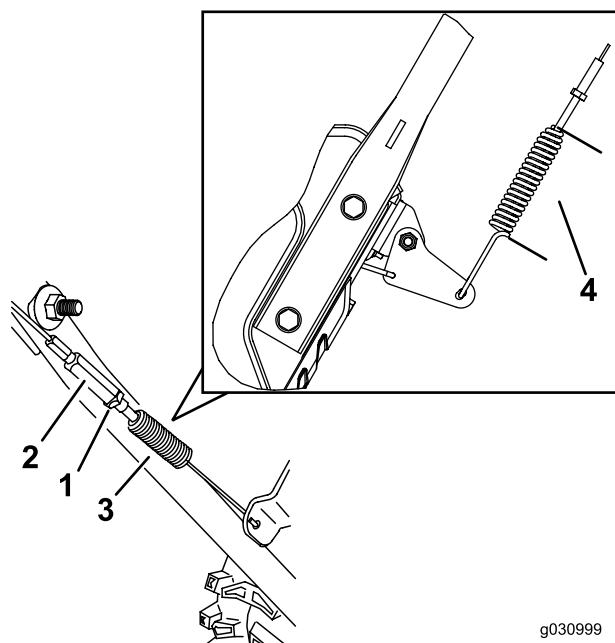

Figure 36
3. Desserrez ou serrez le tendeur pour régler la longueur du ressort à 5,5 cm, comme illustré à la Figure 36.
4. Serrez l'écrou de blocage (Figure 36) en vérifiant que le câble est légèrement tendu.